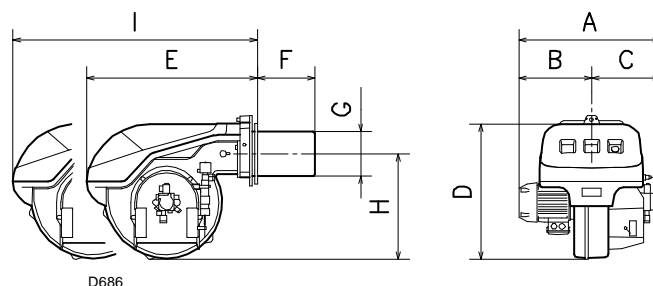

Fig. 1
3.2.3 Dimensiones máximas (Fig. 1) - medidas aproximadas
Las dimensiones máximas del quemador se indican en (Fig. 1).